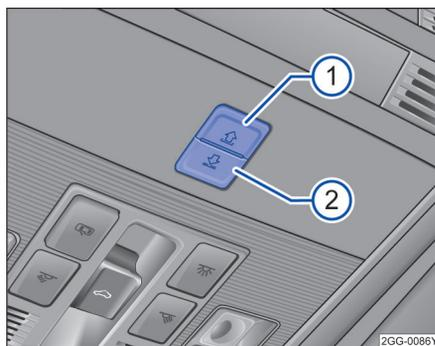

图 60 在顶篷中：遮阳卷帘的按钮。
按钮→图 60 **①** 和 **②** 设有 2 挡位置。1 挡位置：可完全或部分打开或关闭遮阳卷帘。
| 功能 | 操作方法→图 60 |